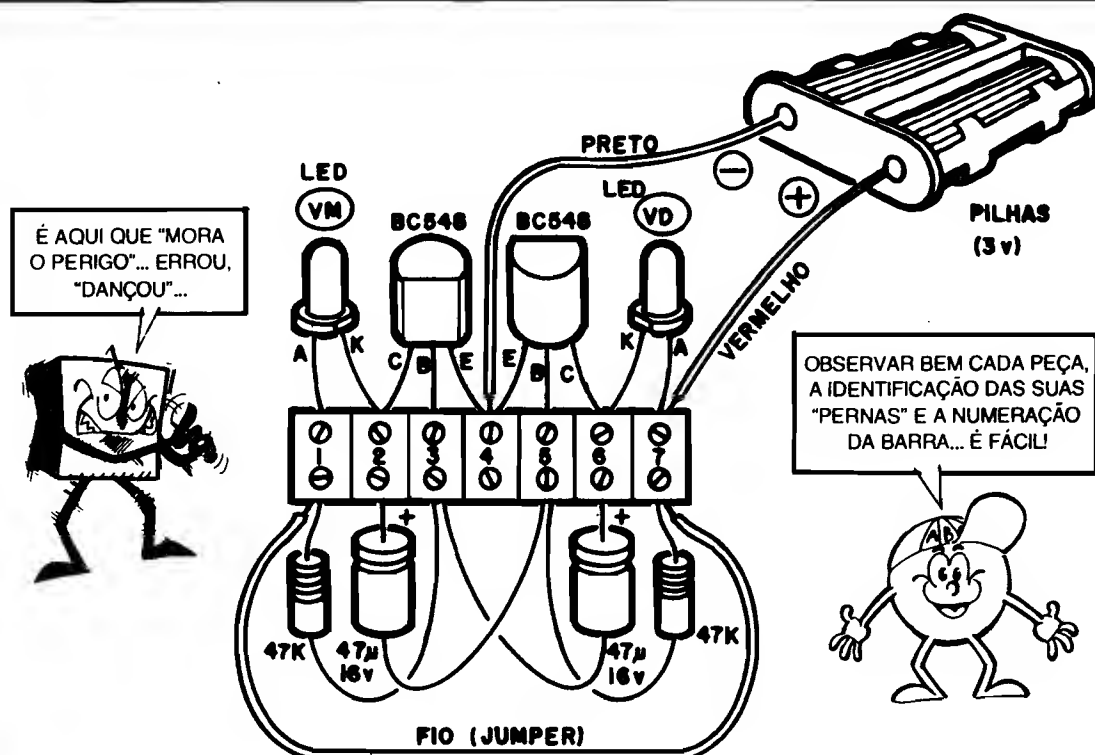

Fig. 3
- **FIG. 3** - Chapeado da montagem, com a visão real dos componentes e suas interligações, incluindo a conexão da alimentação (pilhas). Ainda dentro do sistema inicial "sem solda", o Leitor/Aluno deverá, ao ligar os terminais dos componentes aos segmentos da barra "Sindal", observar cuidadosamente seus "nomes", polaridades e identificações. **IMPORTANTE**: os únicos pontos de contato elétrico entre os componentes devem ser os próprios "miolos" metálicos dos segmentos da barra! Na montagem real, os terminais dos componentes devem ser cuidadosamente arrumados de maneira que **não encostem** uns nos outros (isso poderá gerar contatos indevidos, que impedirão o funcionamento do circuito). Uma interessante (e prática...) medida de segurança consiste em recobrir as partes metálicas "sobrantes" dos terminais dos componentes, com "espaguete" plástico (tubinho de plástico, fino e flexível, encontrado nas casas de material eletrônico, e destinado exatamente a **esse** tipo de função protetora...). Observar a existência de um **jumper** (pedaço de fio simples, interligando dois segmentos específicos da barra). Esse "artifício" é **muito** usado nas montagens eletrônicas, mesmo dentro de técnicas construcionais mais avançadas (ligações soldadas, Circuitos Impressos, etc.), que serão vistas mais à frente. Observar ainda a polaridade da alimentação (pilhas), bem como seus pontos de ligação à barra... Finalmente, para facilitar a localização de cada ponto de ligação, a figura mostra a barra "Sindal" com seus segmentos numerados (de 1 a 7). Na rea-